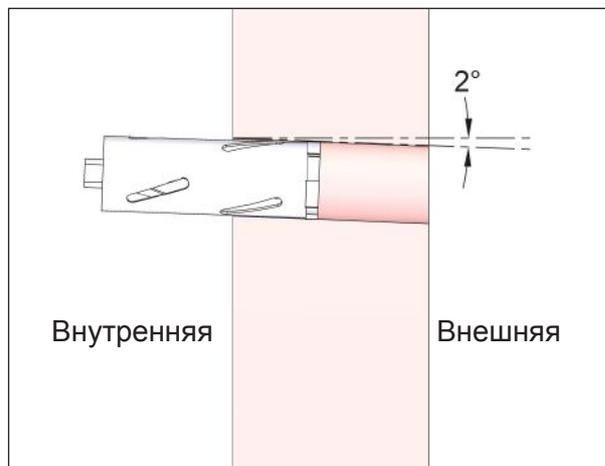

Рис. 16: просверлить стержневые отверстия
- ▶ Просверлите оба стержневых отверстия диаметром \varnothing 120 мм в соответствии с рис. 16.